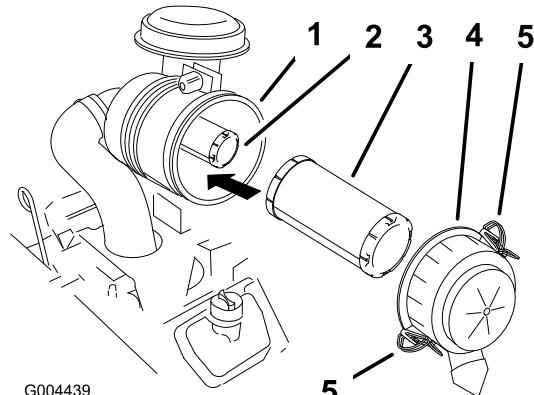

Figure 32
dans le moteur et l'endommagent. Ouvrez les dispositifs de verrouillage du filtre à air et enlevez le couvercle du corps du filtre (Figure 32).
4. Nettoyez l'intérieur du couvercle à l'air comprimé (Figure 32).
5. Sortez l'élément principal du corps du filtre avec précaution (Figure 32). Évitez de cogner l'élément à l'intérieur du corps.
1. Si vous montez des éléments filtrants neufs, vérifiez qu'ils n'ont pas souffert pendant le transport. N'utilisez pas les éléments s'ils sont endommagés. (Figure 32).
2. Si vous remplacez l'élément de sécurité, insérez-le avec précaution dans le corps du filtre (Figure 32).
3. Placez ensuite l'élément principal sur l'élément de sécurité avec le même soin (Figure 32). Assurez-vous qu'il est bien engagé en appuyant sur le rebord extérieur.
4. Reposez le couvercle du filtre à air, le côté portant l'inscription **UP** en haut, et fermez les dispositifs de verrouillage (Figure 32).